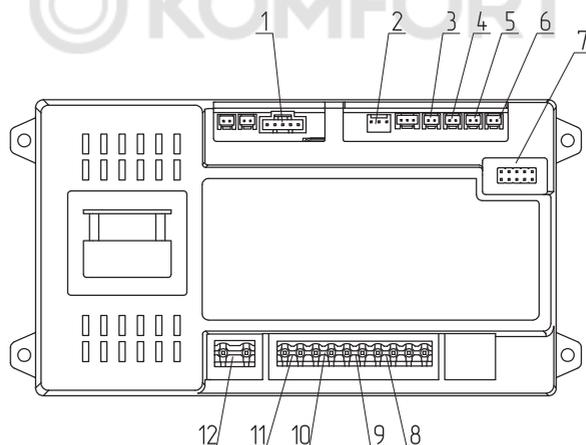

Рис.11 Подключение панели управления
- Схема подключения панели управления показана на **Рис.11**.